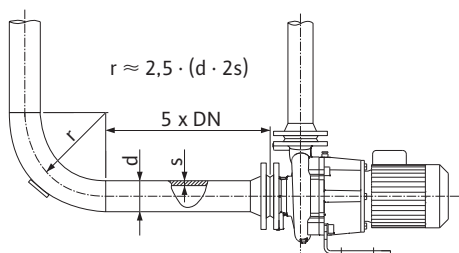

рис. 10: Участок выравнивания потока перед и за насосом
- Перед и за насосом следует предусмотреть наличие участка выравнивания потока в форме прямого трубопровода. Длина данного участка должна составлять как минимум 5 x DN фланца насоса (Рис. 10). Данная мера служит для предотвращения кавитации в потоке.